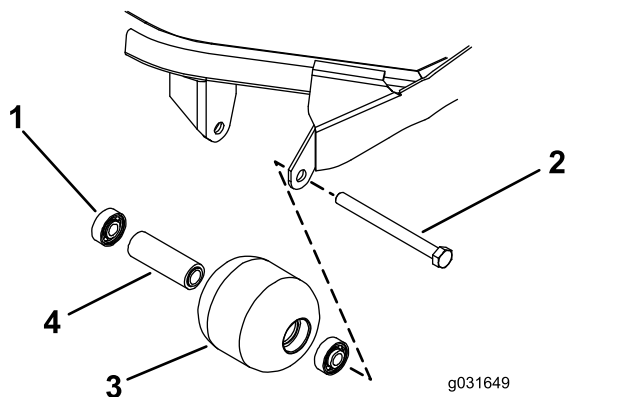

Figura 73
1. Retire el perno de montaje del rodillo (Figura 73).
4. Inspeccione el alojamiento del rodillo, los cojinetes, y el espaciador del cojinete (Figura 73).
1. Haciendo presión solamente sobre el anillo de rodadura exterior, o de forma igual sobre el anillo exterior y el interior, introduzca el primer cojinete en el alojamiento del rodillo (Figura 73).
2. Introduzca el espaciador (Figura 73).
- Haciendo presión solamente sobre el anillo de rodadura exterior, o de forma igual sobre el anillo exterior y el interior, introduzca el segundo cojinete en el alojamiento del rodillo hasta que entre en contacto con el espaciador (Figura 73).